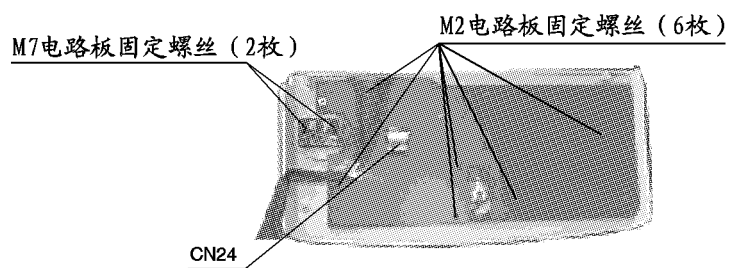

图7-8
d) 拆卸M2电路板固定螺丝 (6枚)、M7 (JOB) 电路板固定螺丝 (2枚)。(图7-8)